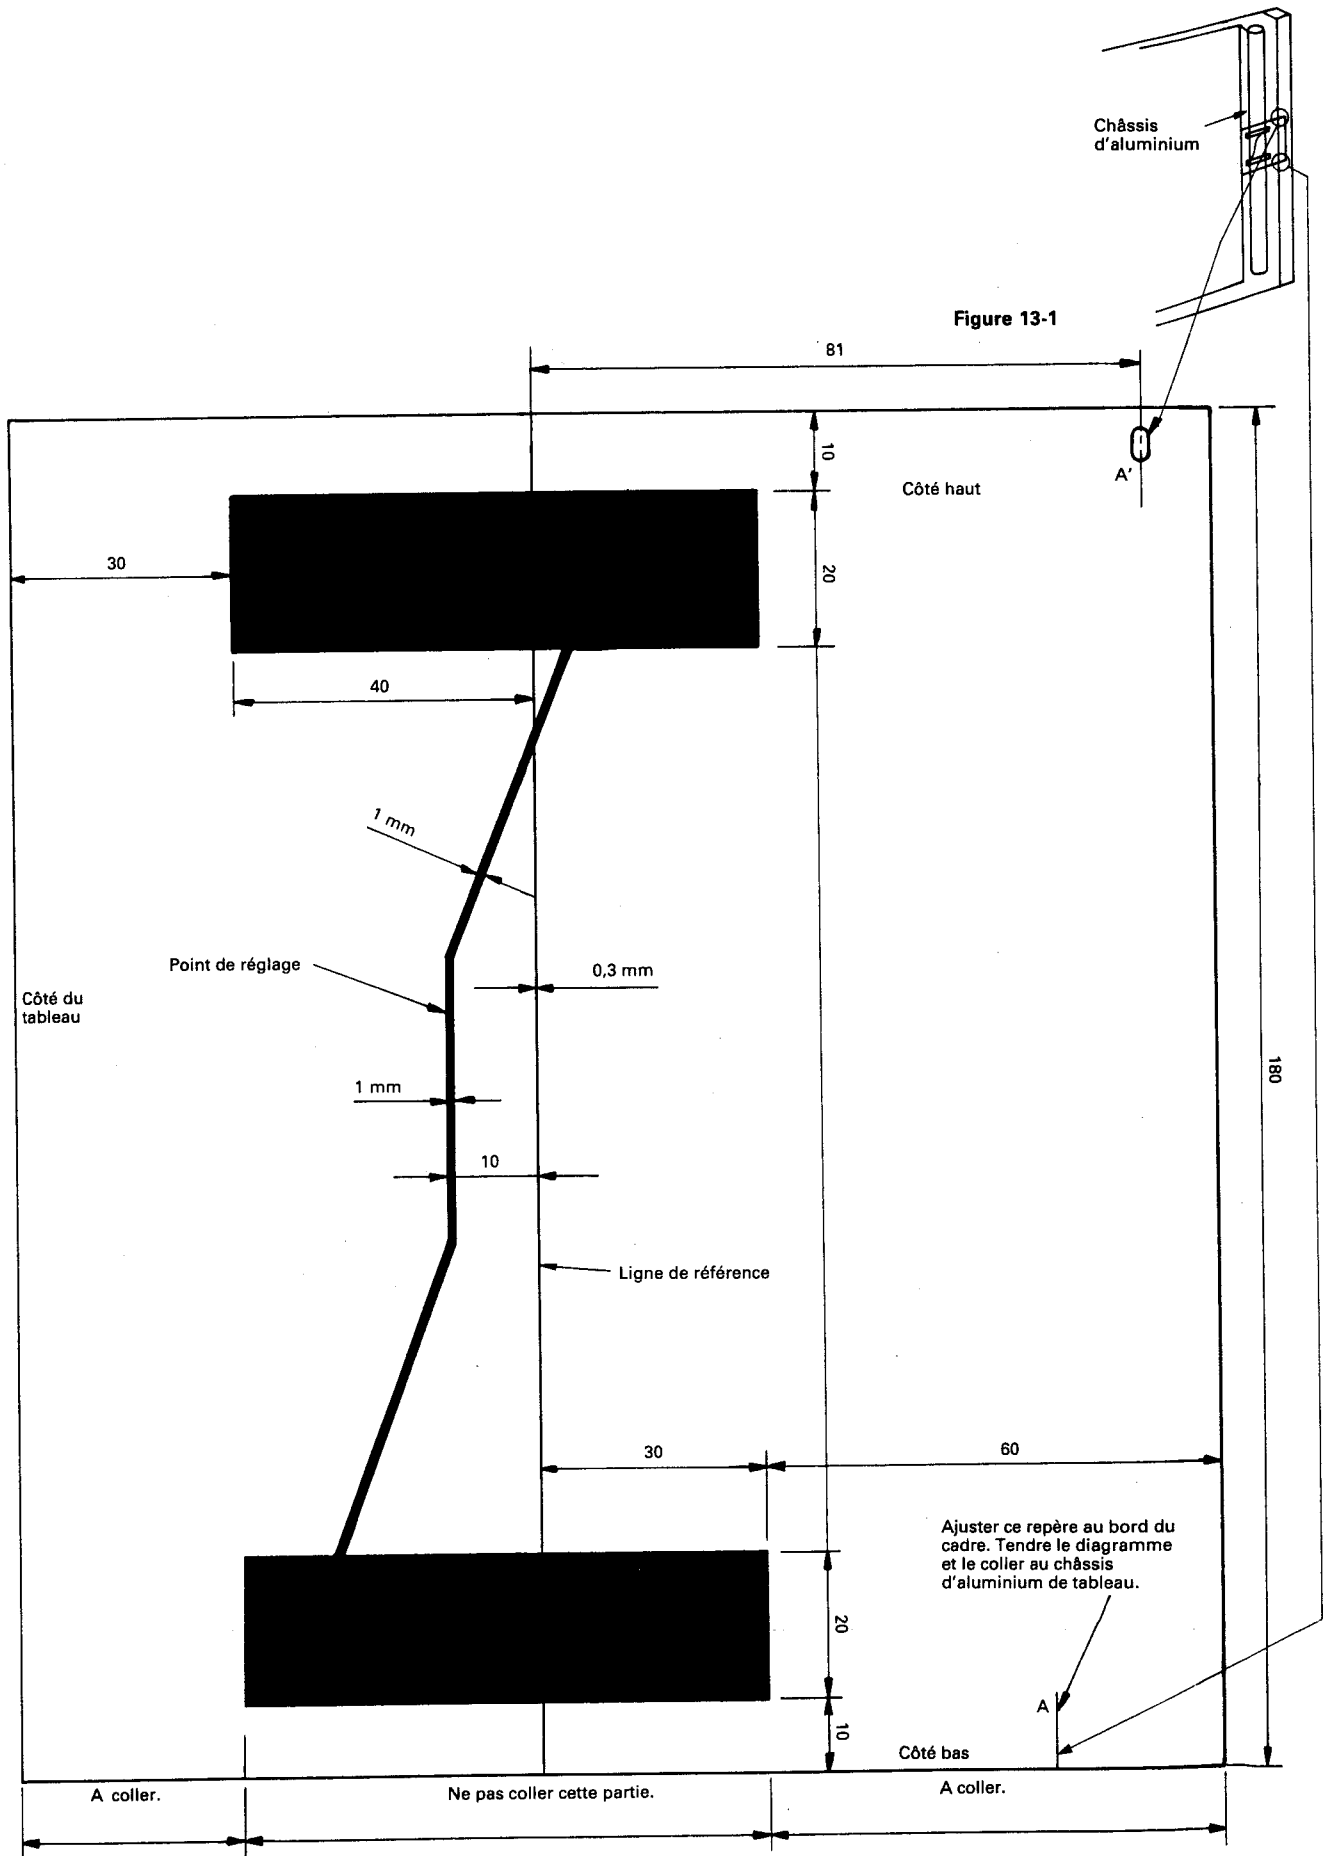

Figure 13 Diagramme pour réglage de position
- (1) Enlever le couvercle arrière et installer l'imprimante.
- (2) Fixer le diagramme de réglage de manière à ce que les repères A-A' indiqués dans la Fig. 13 viennent précisément aux bords du cadre comme l'indique la Fig. 13-1.
- (3) Fixer le "BOARD" (Tableau) du diagramme à l'autre côté des repères A-A' à l'intérieur de châssis d'aluminium tout en évitant le relâchement.
- (4) Mettre l'interrupteur d'alimentation sur la position de marche et effectuer le réglage initial.